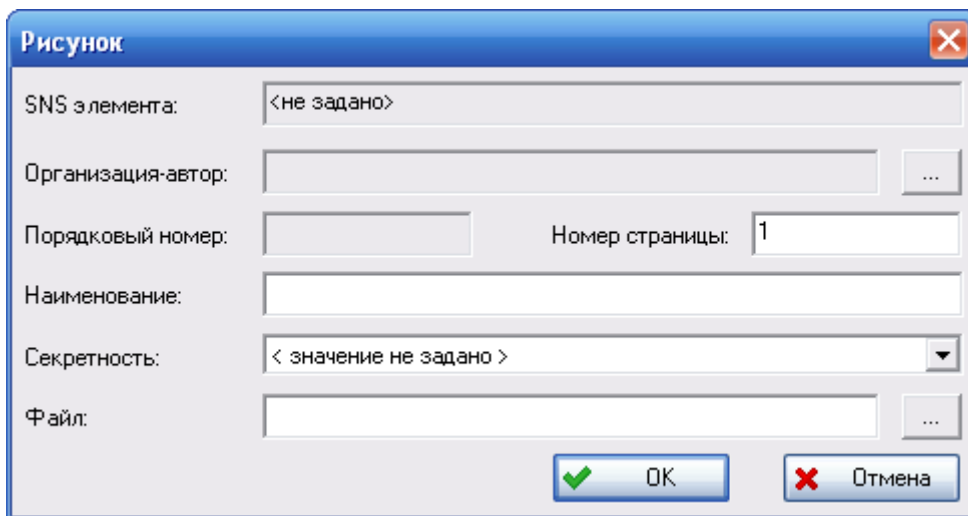

Рис. 6-26
3. В результате появится окно **Рисунок** (рис. 6-26).
- Поле **SNS элемента** заполняется значением кода SNS, присвоенного элементу ЛСИ. В примере, приведенном на рис. 6-26, на данном этапе разработки проекта элементу ЛСИ код не был присвоен, поэтому поле не заполнено.